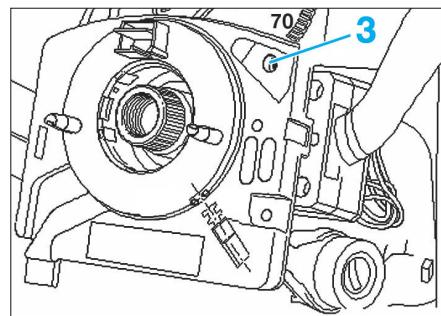

Fig. 3
- Déposer les demi-coquilles (2) de colonne de direction.
Un point jaune doit être visible dans l'alé-sage (3). Les repères (flèches) doivent coïncider (Fig.3).